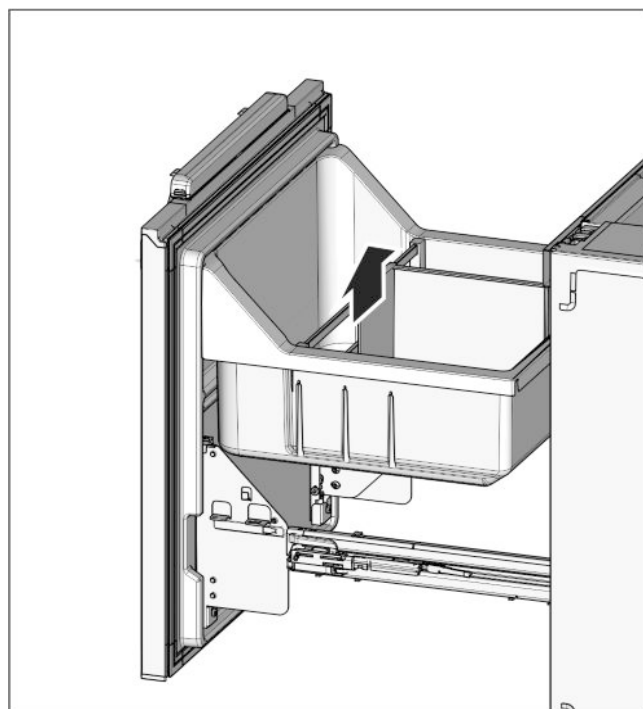

Fig. 25
- Снова вставьте полку для бутылок Fig. 25 (32) и ёмкость для овощей Fig. 25 (31).